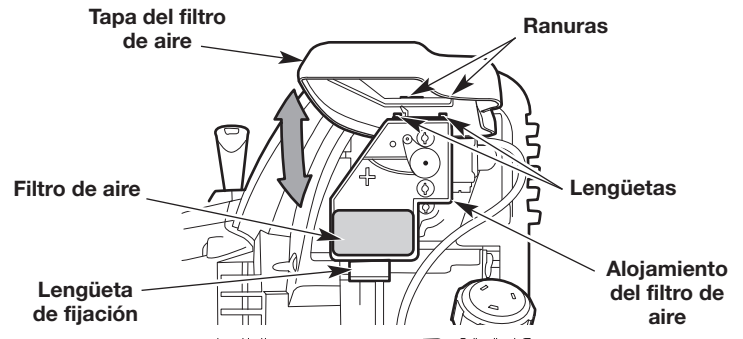

Fig. 28
1. Abra la cubierta del filtro de aire: oprima la lengüeta de fijación y gire la cubierta del filtro de aire hacia arriba (Fig. 28).
2. Extraiga el filtro de aire de su alojamiento (Fig. 28).
6. Vuelva a instalar el filtro de aire en su alojamiento (Fig. 28).
7. Cierre la cubierta del filtro de aire: inserte las lengüetas de la alojamiento del filtro de aire dentro de las ranuras de la cubierta del filtro de aire. Gire la cubierta del filtro de aire hacia abajo y oprímala para cerrarla hasta que la lengüeta de fijación entra a presión en su lugar (Fig. 28).